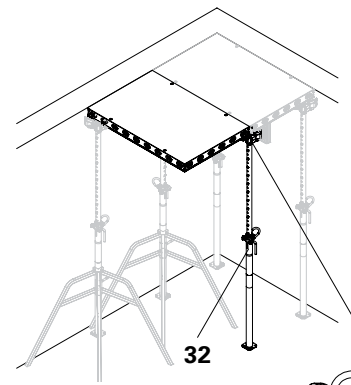

Fig. D2.07
3. Agganciare la testa d'appoggio dell'ultimo puntello davanti alla compensazione inserendo due denti nel pannello. Due denti rimangono inutilizzati. (Fig. D2.07 + D2.7a)